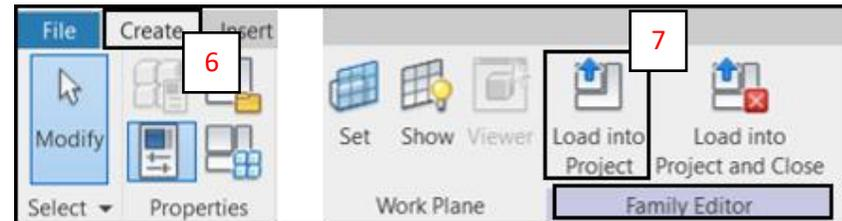

Fig. 18
- E. Para insertar la viga en el Proyecto de Usuario, ir a **Create (6) > Family Editor > Load Into Project (7)**. (Fig. 18)